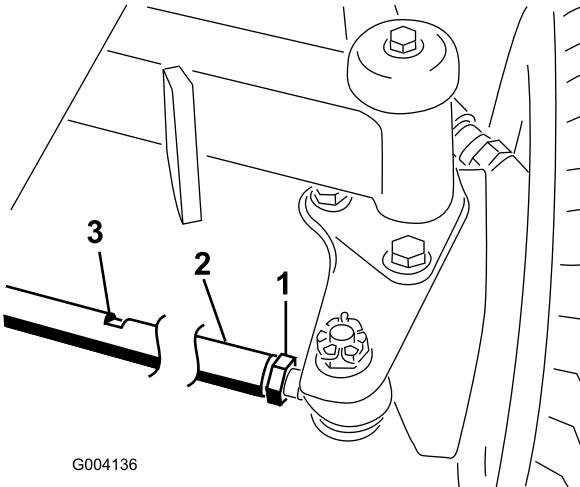

Рисунок 63
- Ослабьте контргайку с каждой стороны стяжной тяги (Рисунок 63).